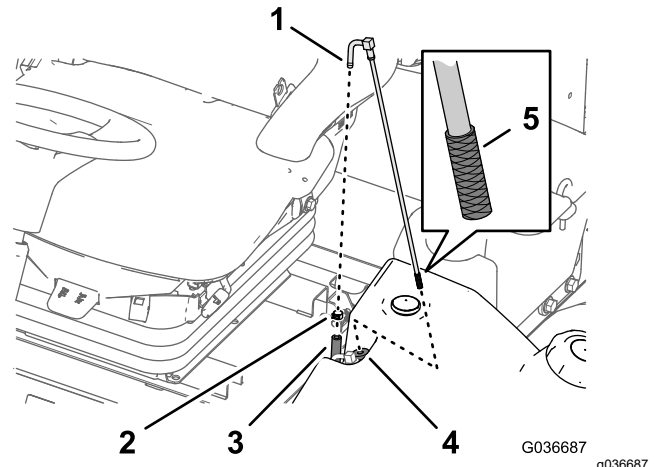

Figura 91
1. Rimuovete la fascetta stringitubo che fissa il flessibile di alimentazione del carburante al raccordo del tubo di adduzione del carburante (Figura 91).
2. Separate il flessibile dal raccordo (Figura 91).
3. Sollevate il tubo di adduzione del carburante dal serbatoio del carburante (Figura 91).
4. Pulite eventuali detriti dalla griglia all'estremità del tubo di adduzione del carburante (Figura 91).
5. Inserite il tubo di adduzione del carburante attraverso la boccola in gomma e nel serbatoio (Figura 91).